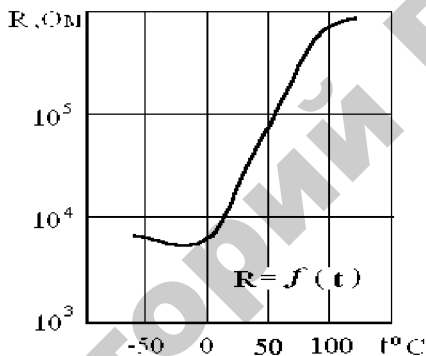

Рисунок 1.2 – Температурная характеристика позистора
2. Позисторы – полупроводниковые термисторы с положительным температурным коэффициентом (титанат бария с примесями), у которых сопротивление увеличивается при увеличении температуры. Основные характеристики – ВАХ и температурная (рисунок 1.2). Параметры позистора аналогичны параметрам термистора.